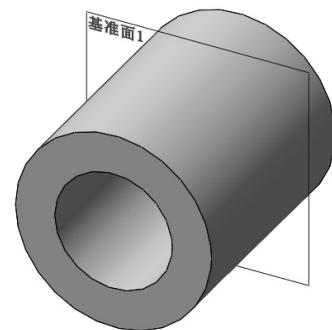

图 4-110 建立基准面 1
- [4] 单击【确定】按钮，建立距离前视基准面为 20mm 的平行基准面 1，如图 4-110 所示。